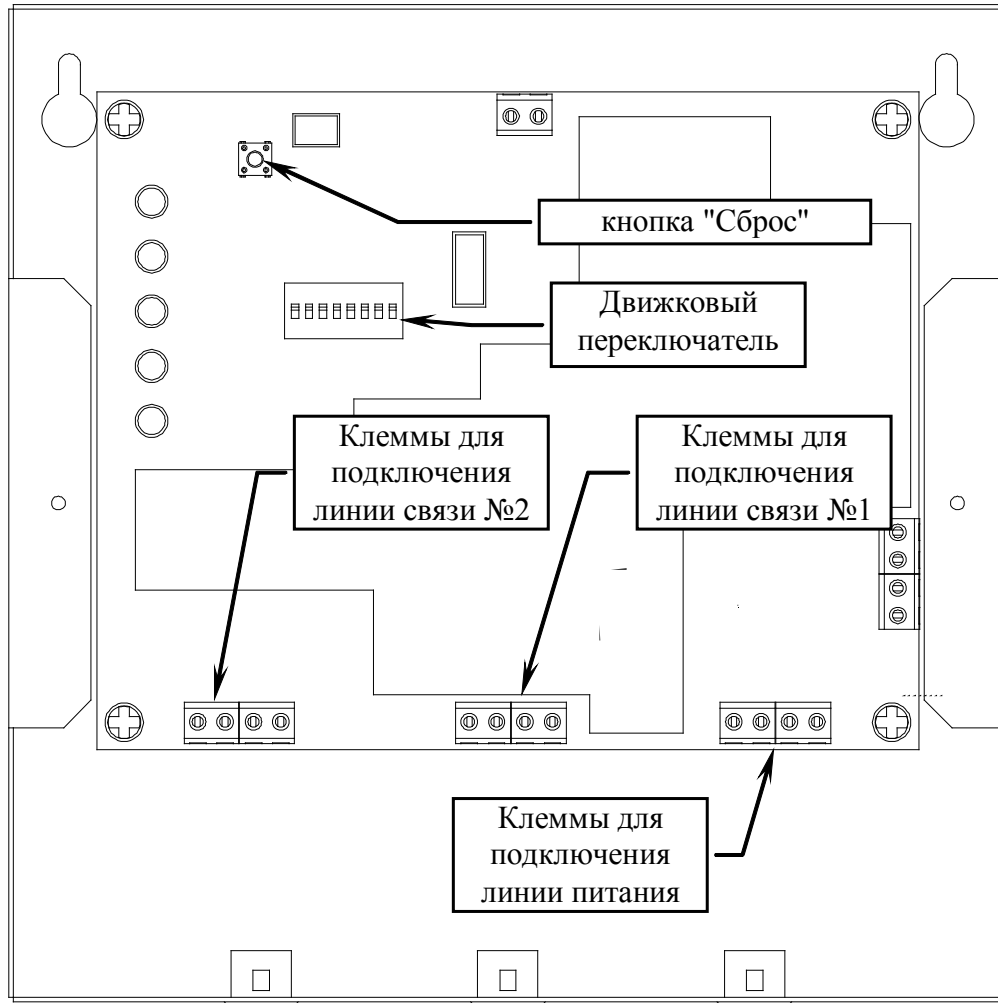

Рис. 2. Расположение блоков в ЦП
На рис.2 показано расположение блоков в ЦП. По центру у задней стенки корпуса расположена плата блока контроля и управления, на которой расположены клеммы для подключения источника питания и линий связи №1 и №2.
- нажать кнопку "Сброс", расположенную в ЦП (рис. 2). После прохождения сигнала "Сброс" ЦП перейдет в режим автоматического определения адресов и типов устройств. При этом светодиоды, расположенные в ЦП перейдут в мигающий режим свечения;